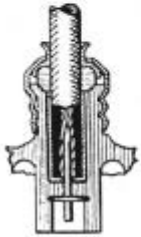

Bild 7.
3. Gummiring und Hülse herunterschieben, bis sie aufsitzen und mit Überwurfmutter befestigen. (Bild 7)